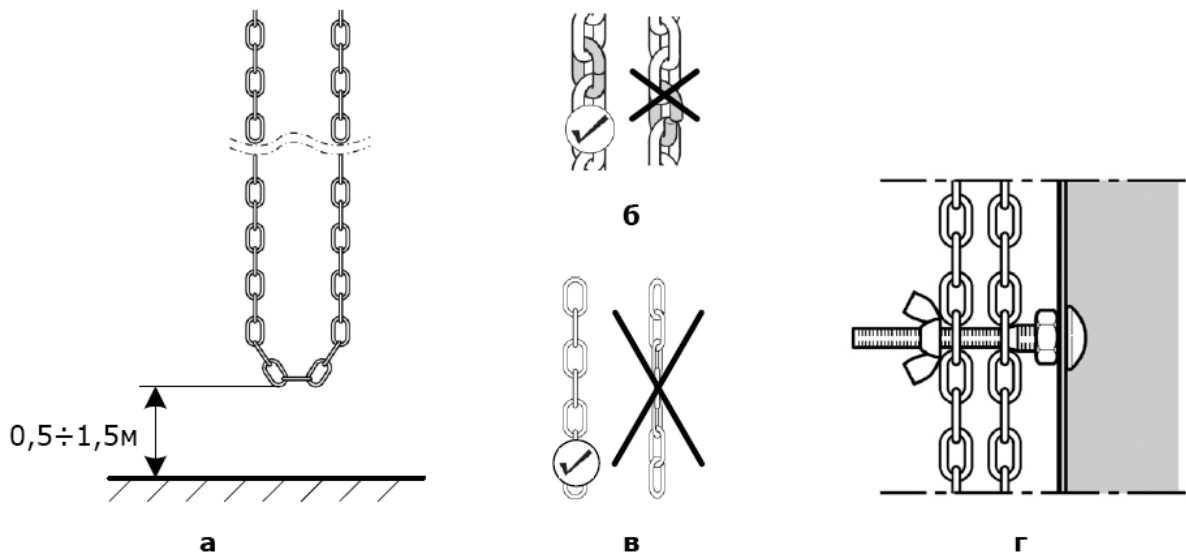

Рис. 4. Условия правильного функционирования цепи ручного управления
- Край цепи аварийного ручного управления в собранном состоянии должен находиться на высоте 0,5 ÷ 1,5 метра (рис. 4а).
- При необходимости удлините или укоротите цепь. Концы аварийной ручной цепи должны быть соединены друг с другом. Кромки соединительного звена цепи должны располагаться точно друг над другом (рис. 4б).
- Аварийная ручная цепь ни в коем случае не должна быть перекручена (рис. 4в), так как в противном случае могут возникнуть неисправности в работе аварийного ручного управления.
- Когда аварийное ручное управление не используется, во избежание защемления аварийной ручной цепи при движении ворот, и чтобы не создавать помех движению людей и оборудования, нижняя часть цепи должна быть зафиксирована (рис. 4г).